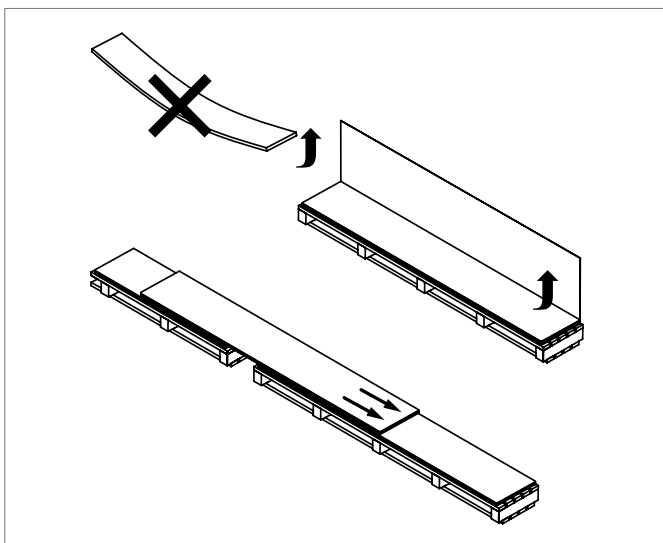

Abb. 3-1 Transport
- Einzelne Platten wegen der Bruchgefahr nicht waagrecht transportieren, sondern vom Stapel oder einer festen Unterlage aufrichten und senkrecht transportieren. Oder waagrecht auf eine Palette in gleicher Höhe hinüber schieben (Abb. 3-1).